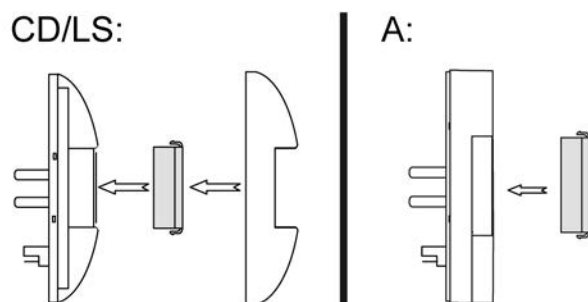

рисунок 12: Монтаж бленды серии CD/LS и A
- Монтаж заслонки для левой или правой стороны прибора (рисунок 12).
- Монтаж заслонки спереди на левой или правой стороне прибора (рисунок 12).